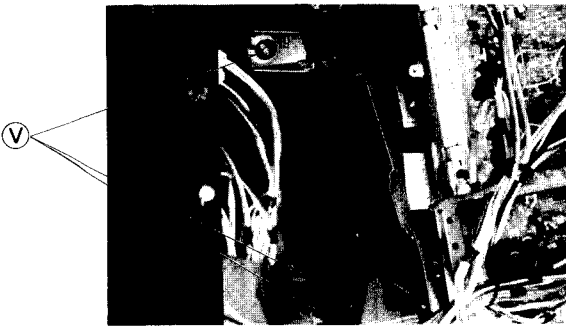

Fig. 19 Abb. 19
- b. Remove 3 screws (Ⓥ) in fig. 19. (Left side)
- b. Die 3 Schrauben (Ⓥ) in Abb. 19 entfernen. (Linke Seite)